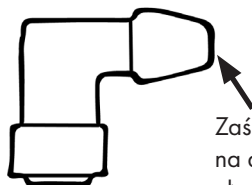

Rysunek 27
- Zdejmij starą nasadkę świece zapłonowej ze świece zapłonowej (Rys. 27).